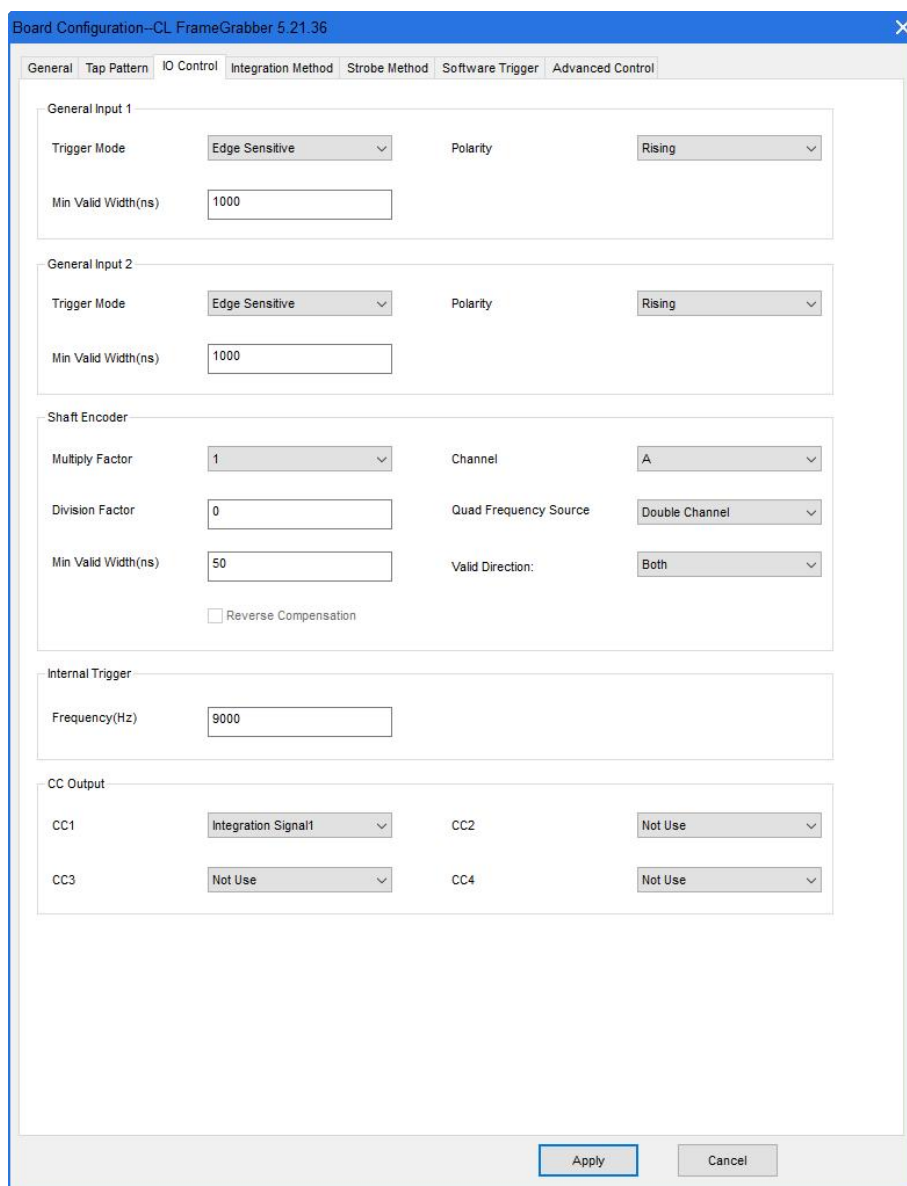

图 30 “IO Control” 界面
- (3) 在采集卡参数配置对话框的“IO Control”界面，按图 30 设置“CC Output”。